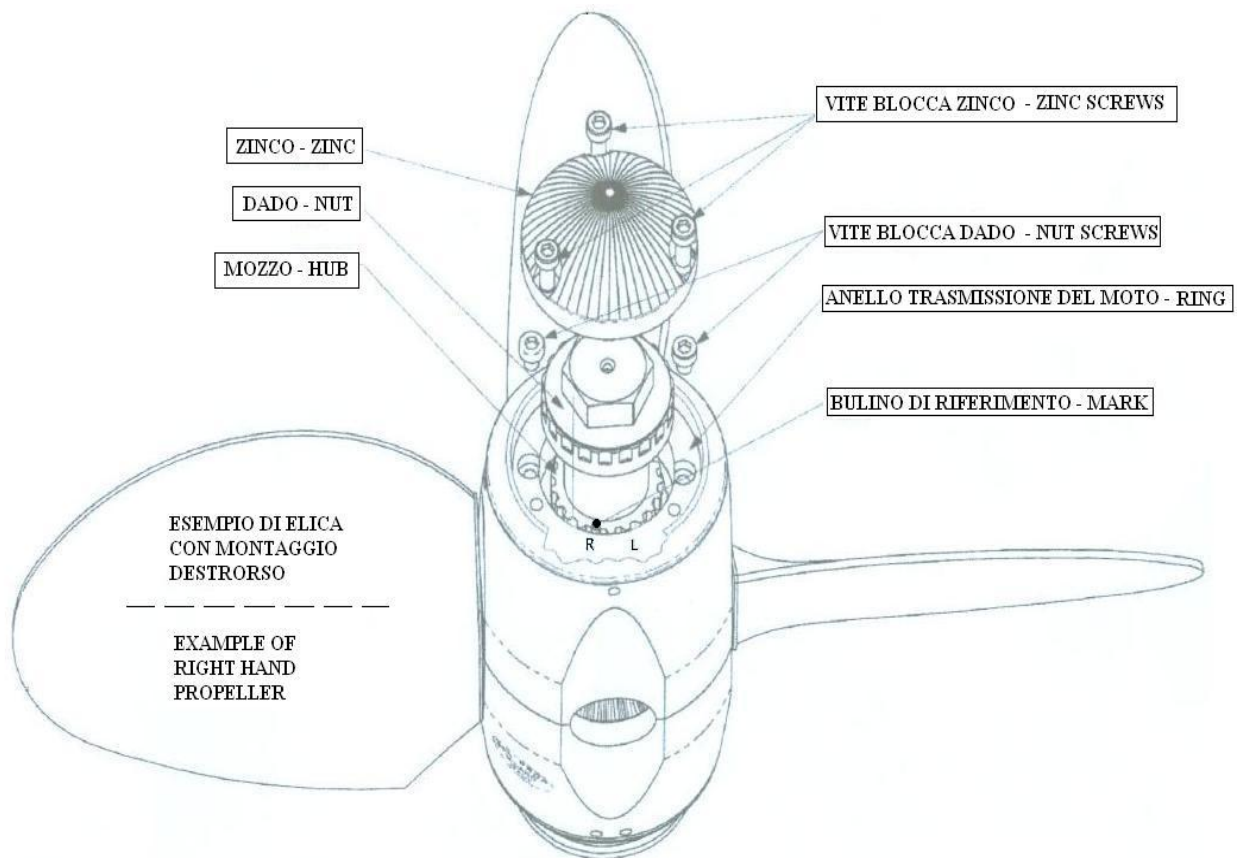

Fig. 4
(Se aveste dei dubbi: per capire il senso di rotazione del Vostro asse motore, è necessario innestare la marcia avanti e guardare da poppa verso prua. Se l'asse gira in senso orario la rotazione è destrorsa, al contrario se gira in senso antiorario la rotazione è sinistrorsa). Per cambiare il senso di rotazione della MAX PROP® EASY, da destrorsa a sinistrorsa o viceversa, procedere come segue, facendo riferimento alla fig.4:
- Se rimontate l'anello porta-zinco con il dente "R" in corrispondenza del dente del mozzo che ha stampigliato il bulino avrete un elica destrorsa, se invece inserite l'anello con il dente "L" in corrispondenza del dente del mozzo che ha stampigliato il bulino avrete un elica sinistrorsa(vedi Fig.4).
In order to change the rotation of the MAX PROP EASY®, from a right hand rotation to a left hand rotation or vice versa do as follows, referring to fig.4
- *If you place the zinc bearing ring in its seat again, matching the "L" tooth with the hub reference mark, you have a left hand rotating propeller, on the contrary, with the "R" tooth you have a right rotating propeller as in fig.4*